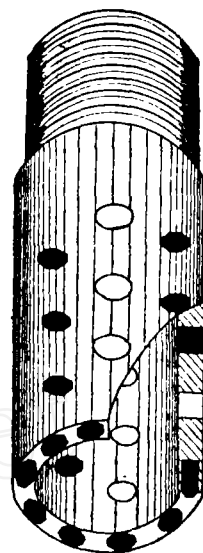

图12
10. 混合切铁钻头 孔内遗留钻具被切灭后, 孔底还有残铁和碎合金等, 如不除净就会影响钻进, 甚至带来后患使事故重生。为此, 需用混合切铁钻头来清理孔底。这种钻头可用旧钢粒钻头改制, 即切去原水口, 唇部嵌中八角合金, 周围嵌大八角合金, 底部不设水口, 可在钻头壁上钻若干孔以通冲洗液, 如图 12 所示。